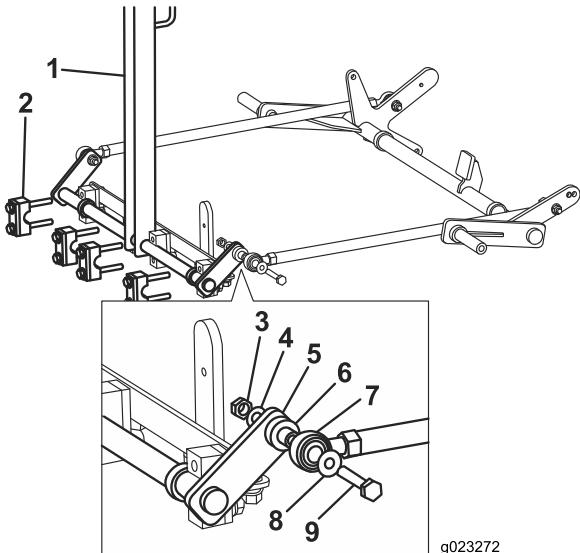

Рисунок 4
- Продените болт через шайбу и конец штока, втулку, штангу, шайбу и закрепите гайкой (Рисунок 4). Не затягивайте гайки. Гайки должны оставаться незатянутыми для выполнения регулировки буксировочной штанги на более позднем этапе данной процедуры.